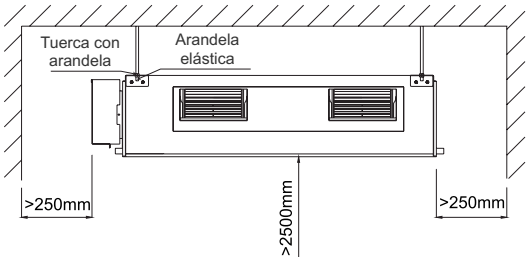

Fig.2
- (1). Instale la unidad en un lugar en un lugar suficientemente fuerte como para sujetar la unidad. .
- (2). La entrada y salida de aire de launidad no deben bloquearse nunca de manera que el cauda alcance todos los rincones de la estancia.
- (3). Deje espacio de servicio alrededor de la unidad como se indica en la Fig. 2